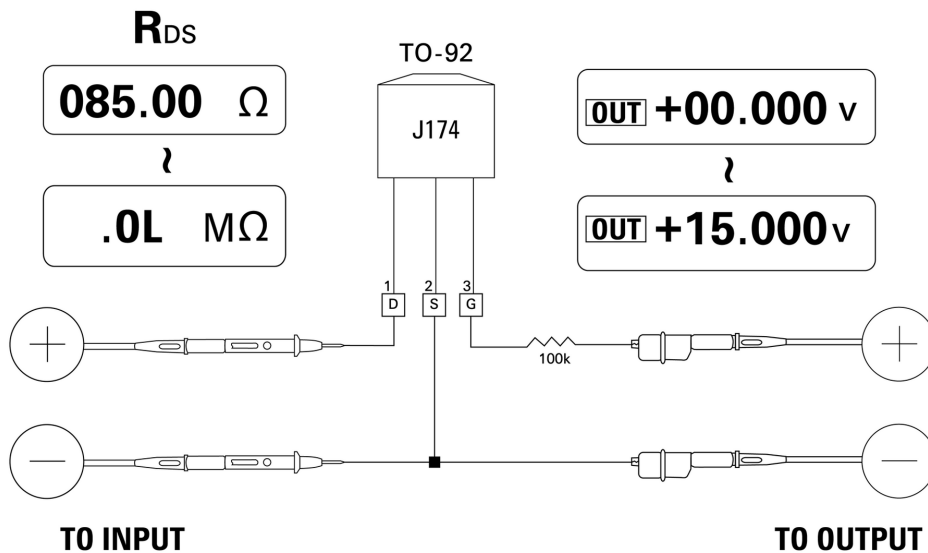

図 5-12 P チャンネル JFET
- 4 電圧出力を  $+00.000\text{ V}$  から  $+15.000\text{ V}$  まで徐々に下げます。 $R_{DS}$  値がそれに応じて増加します (図 5-12 (107 ページ))。